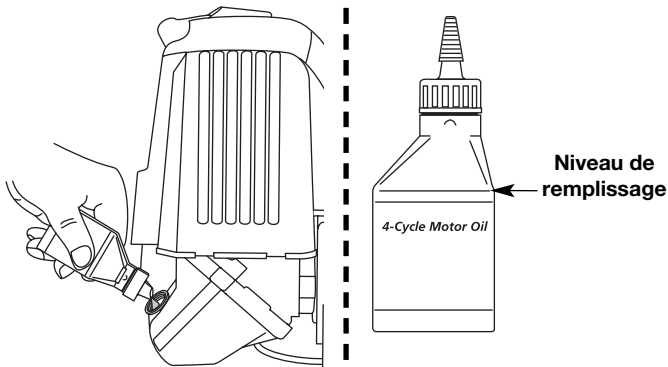

Fig. 22
AVERTISSEMENT: évitez tout démarrage accidentel. Tenez-vous en position de démarrage lorsque vous tirez sur la corde de démarrage (Fig. 22). L'opérateur et l'appareil doivent tous deux être en position stable pour éviter des blessures graves.
- REMARQUE :** Mesurez la quantité nécessaire à l'aide de la bouteille et de la buse utilisées lors de la mise en service. 90 ml (3,04 oz) correspond environ au haut de l'étiquette de la bouteille (Fig. 22). Vérifiez le niveau d'huile avec la jauge. S'il est trop bas, ajoutez un peu d'huile par l'orifice et revérifiez. Ne remplissez pas trop (Fig. 22).